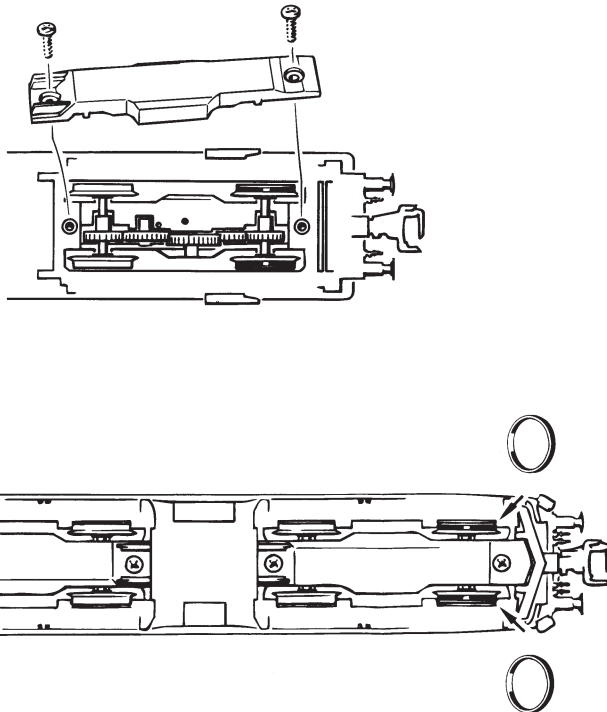

Fig. 8
4. Motorwechsel: Lokgehäuse abnehmen (Fig. 3). Danach wird der Motor ausgebaut und ausgetauscht (Fig. 8).
4. Motor Changing: First remove loco body (fig. 3), and then the motor (fig. 8).
4. Remplacement du moteur: Démontez la caisse (voir fig. 3). Puis vous pouvez échanger le moteur (fig. 8).